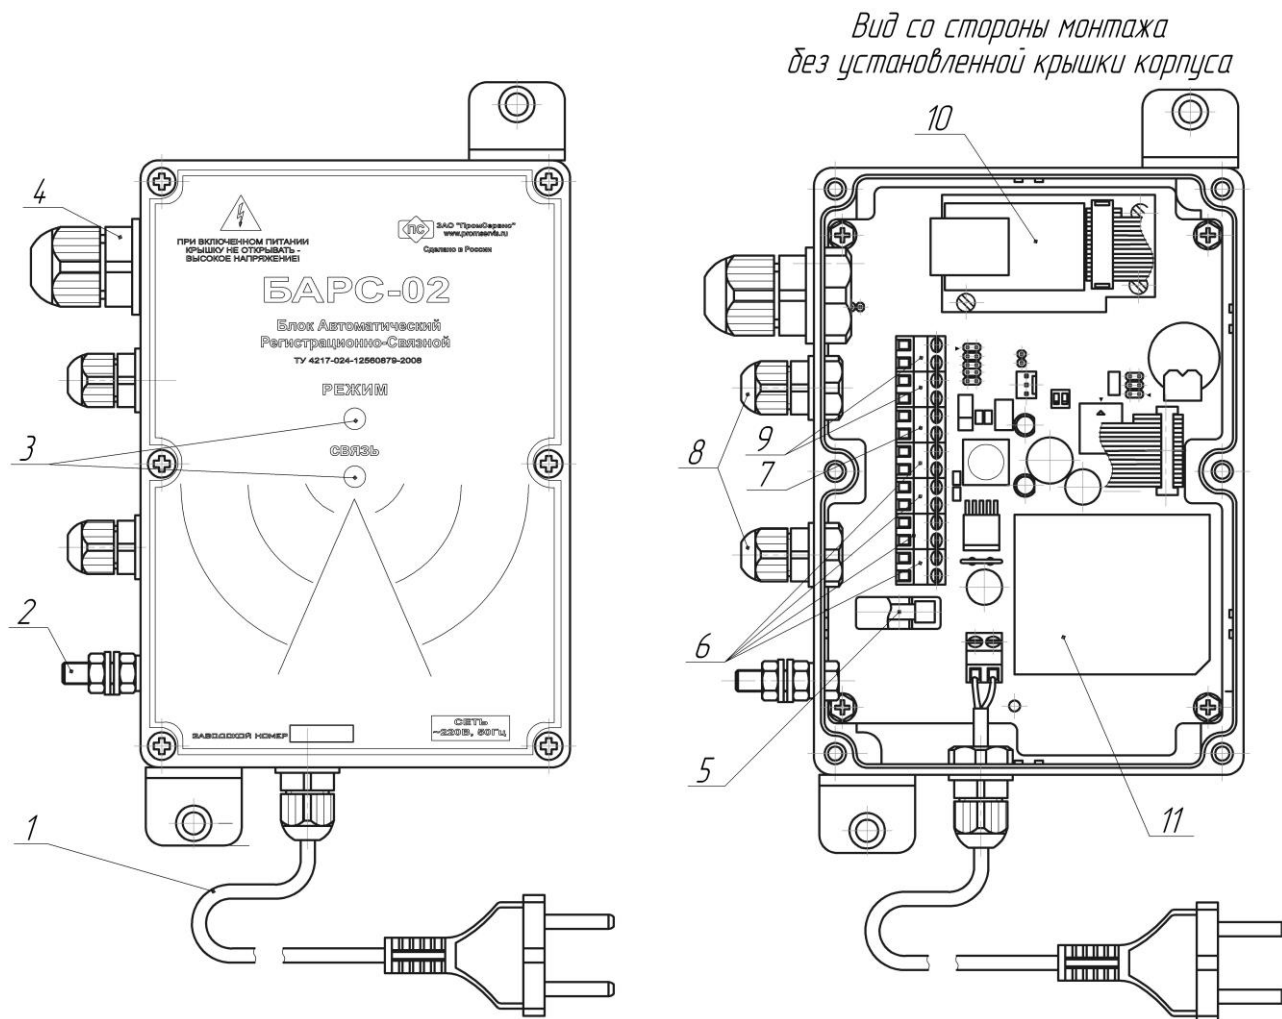

Рисунок 2 – Расположение основных элементов **БАРС-02-П1М**.
6.7 Для **БАРС-02-ПХМ** протянуть Ethernet кабель через кабельный ввод (рисунок 2 поз.4), выполнить обжимку разъема RJ-45 (рисунок 6) и подключить к Ethernet-модулю (рисунок 2 поз. 10).